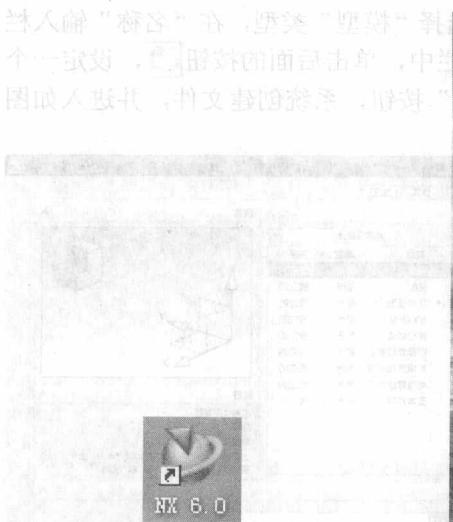
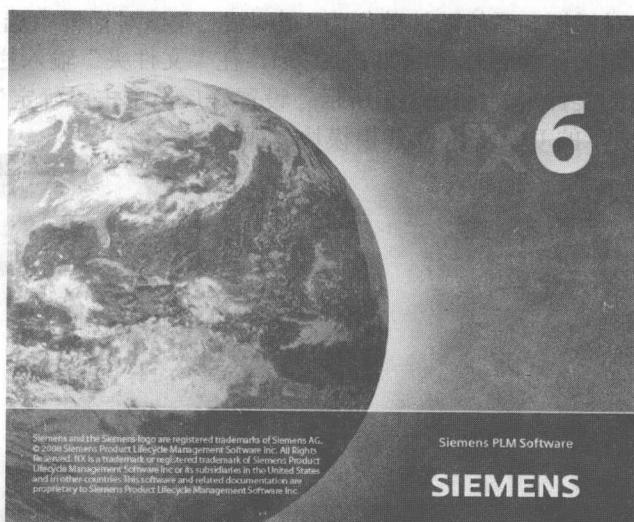
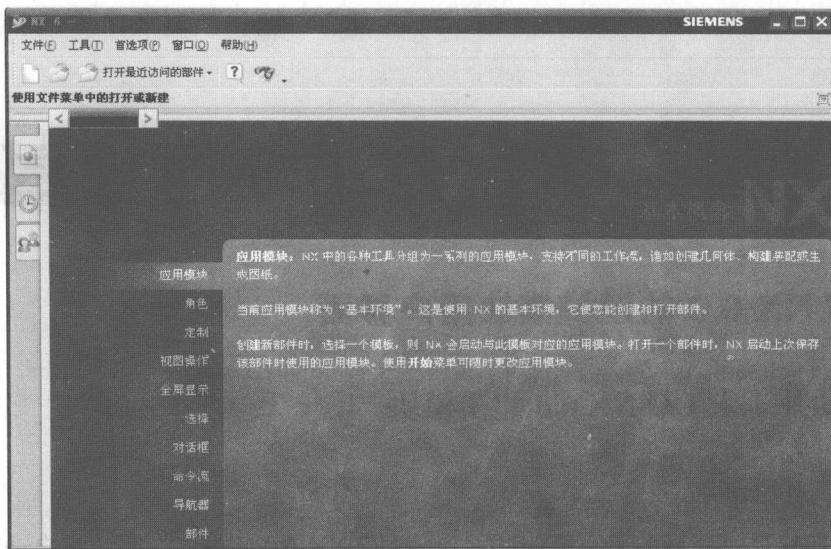

图 1-1 UG NX 6.0 的桌面快捷方式
图 1-2 UG NX 6.0 的启动界面
图 1-3 UG NX 6.0 的初始工作界面
① 从桌面快捷方式启动 UG NX 6.0。安装 UG NX 6.0 软件时，系统将自动在桌面上建立一个快捷方式，如图 1-1 所示。双击该桌面快捷方式，可以打开 UG NX 6.0。启动 UG NX 6.0 时，首先出现一个如图 1-2 所示的欢迎界面。系统完成加载程序后进入如图 1-3 所示的 UG NX 6.0 的初始工作界面。在这里，可以浏览 UG NX 6.0 的新增功能介绍，可以新建 UG NX 6.0 文件和打开已有的 UG NX 6.0 文件。
② 从开始菜单中启动 UG NX 6.0。用鼠标依次选择【开始】→【所有程序 (P)】→【UGS NX 6.0】→【NX 6.0】命令，如图 1-4 所示，并单击鼠标左键，可以打开 UG NX 6.0。启动 UG NX 6.0 时，首先出现一个如图 1-2 所示的欢迎界面。系统完成加载程序后进入如图 1-3 所示的 UG NX 6.0 的初始工作界面。
③ 直接双击 UG Part File 文件打开 UG NX 6.0 文件。通过双击 UG Part File 的文件打开 UG NX 6.0 文件，显示一个如图 1-2 所示的欢迎界面，可以打开 UG NX 6.0，并且将直接打开该文件。